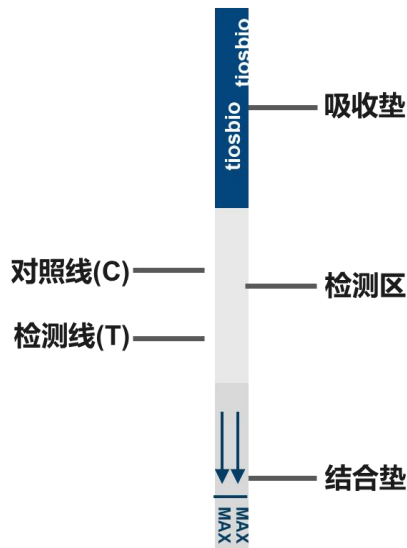

图2 单靶标一次性核酸检测试纸条结构示意图
**(1) 不能打开阴性对照的管盖！按照待检样本，阳性对照的顺序，每份待检样品吸取 5 微升裂解液上清液添加至反应液后，扣紧待检样品反应管管盖。再将 5 微升阳性对照加入阳性检测反应管内，扣紧阳性对照反应管管盖。**
(2) 盖好管盖，瞬时离心。使用涡旋振荡器振荡混匀 8 至 10 秒后，瞬时离心（该操作重复 2 至 3 次，确保各组充分混匀），最后瞬时离心收集溶液，即可完成检测反应管的制备。制备完毕的反应管放在提前预热至 39℃ 的恒温仪上反应 16 分钟。
(3) 反应完成后，吸取 5 微升扩增产物至已加入 245 微升超纯水的 1.5 毫升离心管内，做好标记，涡旋混匀。
(4) 单靶标一次性核酸检测试纸条结构示意图如图 2 所示，将试纸条的浸液区端（标示蓝色箭头的一端）插入装有扩增产物稀释物的 1.5 毫升离心管内，液面不得超过浸液区的 MAX 指示线，待判读区全部浸润（约需 60 秒），将试纸平放 1 分钟以上，等待检测线（T 线）出现。根据试纸条显色情况直接读取检测结果。10 分钟内观察结果，10 分钟后判读无效。
(5) 将核酸检测试纸条的浸液区端插入装有扩增产物稀释液的离心管，待判读区全部浸润后，根据试纸条显色情况直接读取检测结果，这一过程约为 3 分钟。